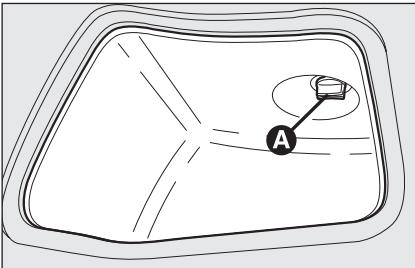

fig. 34
- quitar la tapa de protección interviendo en el dispositivo **A**-fig. 34;